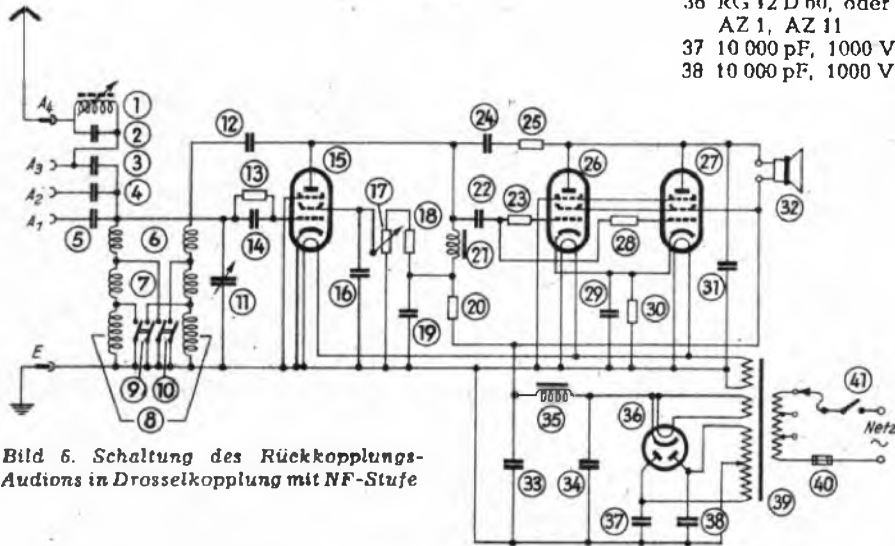

Bild 6. Schaltung des Rückkopplungs-Audions in Drosselkopplung mit NF-Stufe
**Schaltung 5: Rückkopplungsaudion in Drosselkopplung mit Nf-Stufe (Bild 6)**